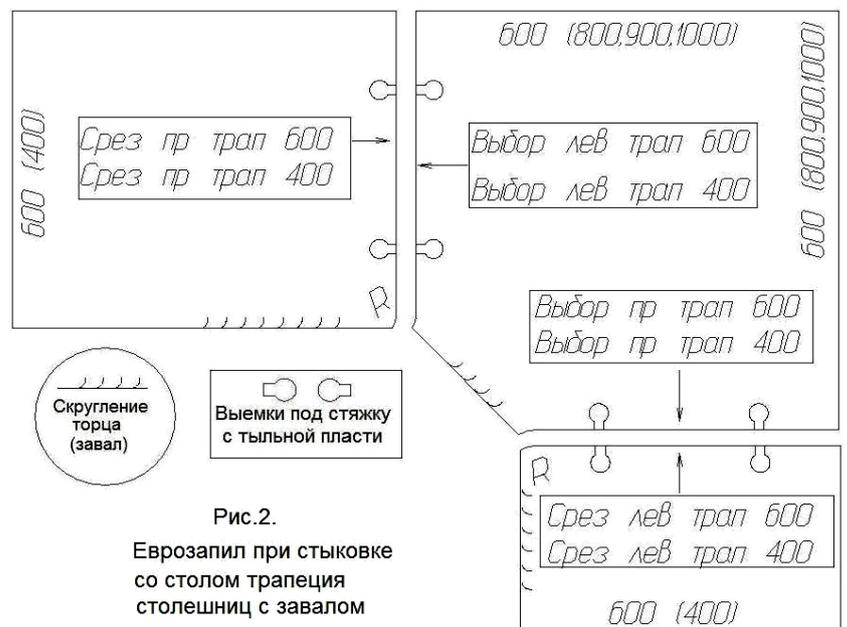

Рис.2. Еврозипил при стыковке со столом трапеция столешниц с завалом
- «Выборка правая трап 600 (400)» на торце столешницы трапеция (рис. 2).
- «Срез правый трап 600 (400)» на поперечном торце прямой столешницы глубиной 600 мм или 400 мм (рис. 2).
- «Выборка левая трап 600 (400)» на торце столешницы трапеция (рис. 2).
- «Срез левый трап 600 (400)» на поперечном торце прямой столешницы глубиной 600 мм или 400 мм (рис. 2).